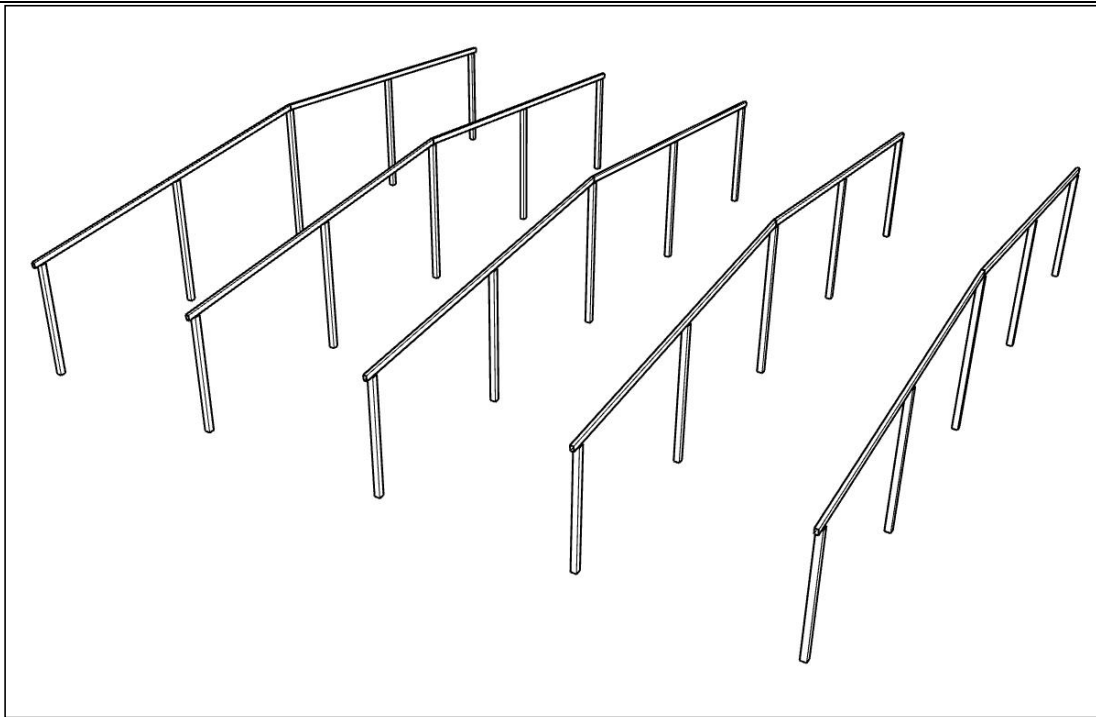

Figura 1
- ⑨ Por favor, use tesouras ou estilete para cortar as tiras de embalagem, não arranhe o vidro, e confirme o número de produtos imediatamente após abrir a caixa.;
- ⑩ Um suporte deve ser colocado atrás do produto para evitar que ele desmorone após desembalar.;
- ⑪ Os produtos não devem ser desembalados antes do transporte de longa distância. O transporte manual único no local é aceitável.;
- ⑫ Por favor, use luvas de proteção durante a desembalagem e manuseio para evitar arranhões nas mãos ou deixar impressões digitais no vidro.;
- ⑬ Cada produto deve ser transportado por duas pessoas. Não puxe pela caixa de junção sob nenhuma circunstância. É aconselhável segurar pelos lados da telha ao transportá-la.;
- ⑭ Use tesouras para cortar as amarras que prendem os fios de conexão antes da instalação para evitar que o conector atinja a parte de trás e danifique o produto.;
- ⑮ Agrupe os produtos restantes em um local centralizado após a instalação.;
- ① A posição de instalação das colunas estruturais de aço deve ser precisa, garantindo que as colunas estejam perpendiculares ao plano horizontal, e a instalação deve ser firme.;
- ② A solda deve alcançar: aparência uniforme, boa formação, transição suave entre as soldas e entre a solda e o metal base, além da remoção limpa de escória e respingos de solda.;
- ③ A superfície principal da viga mestra deve ser plana e ter resistência suficiente, e a inclinação para drenagem deve atender aos requisitos de design (conforme mostrado na Figura 1). Recomenda-se que a inclinação para drenagem esteja entre 6° e 10°, não sendo inferior a 6°.;